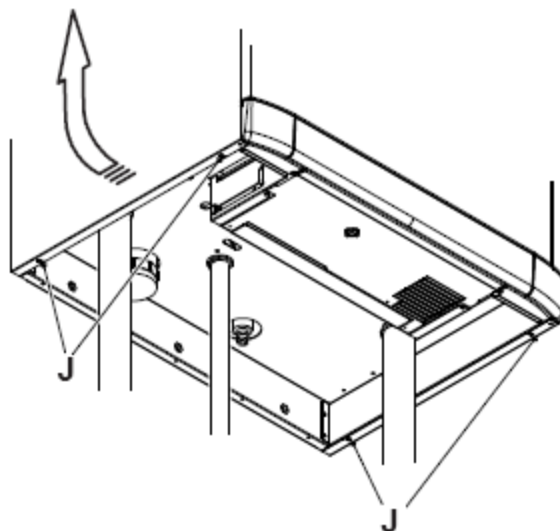

рис. 9.2
• Открутите винты J (см. рис. 9.2) и снимите две боковых панели, толчком вперёд, снимая их с верхних крючков.